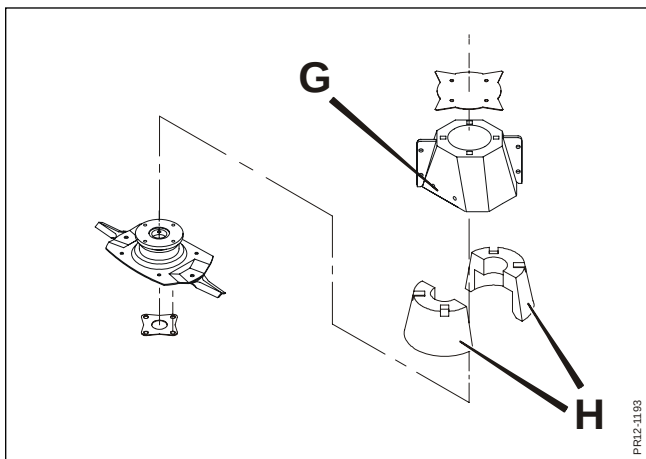

Fig. 5-6
**Fig. 5-6** De to store flowforstærkere **G** på de yderste skiver er udfyldt med skumindsatse **H**, for at undgå ubalance. Det er vigtigt, at skumindsatsene forbliver ubeskadigede, så flowforstærkerne ikke kan fyldes op med jord, støv og urenheder, der kan medføre ubalance.